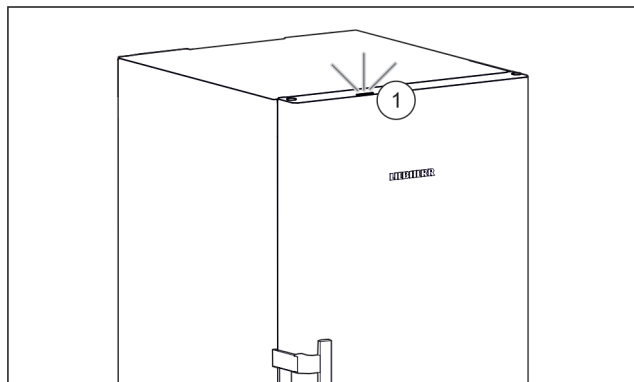

Fig. 4
När du tar apparaten i drift är statuslampan Fig. 4 (1) avaktiverad från fabriken.*